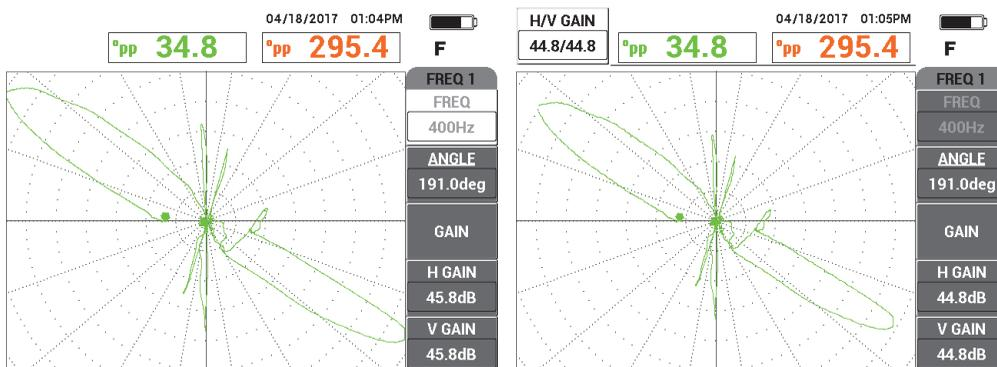

Рис. 5-198 Сигнал от опорного кольца обрезан (слева) и с настроенным усилением (справа)
8. Настройте сигнал от опорного кольца, так чтобы он не был обрезан на экране (8–9 делений) [см. Рис. 5-198 на стр. 283].